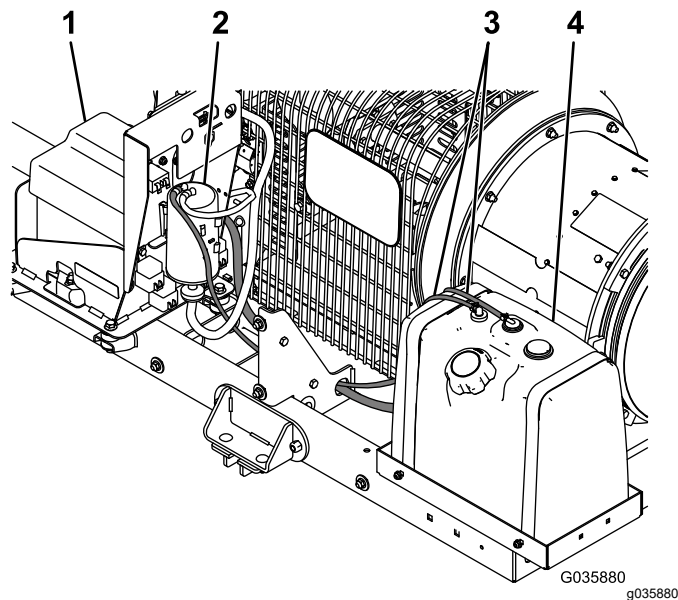

Рисунок 1
5. Снимите шланги топливного бака с машины и удалите их в отходы (Рисунок 1).
6. Снимите детали крепления и хомуты, которые крепят бак к машине, и удалите их в отходы вместе с баком (Рисунок 1).
7. Отсоедините оставшиеся шланги от фильтра с угольным элементом (Рисунок 1).
8. Снимите крышку аккумуляторной батареи и аккумуляторную батарею (Рисунок 1); см. *Руководство оператора*.
9. Снимите и удалите в отходы фильтр с угольным элементом (Рисунок 1).